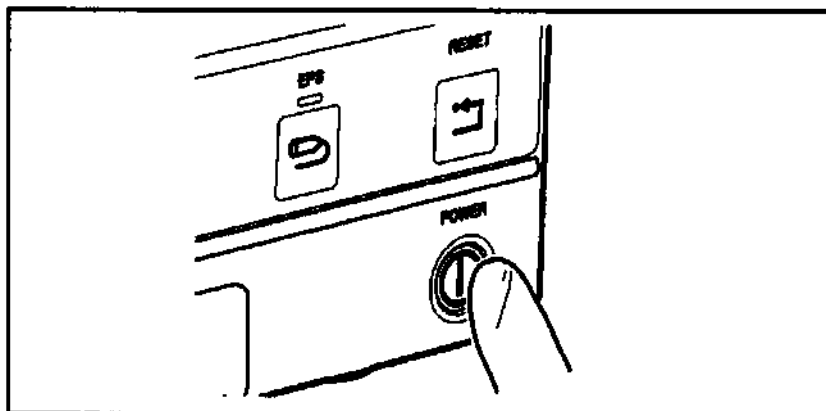

Рисунок 5.1
1. Нажмите выключатель питания R на передней панели УУН (см. рисунок 5.1).